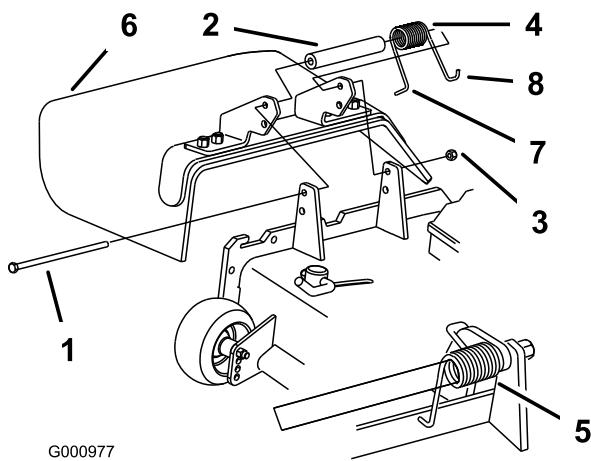

図 38
1. デフレクタをピボット・プラケットに固定しているロックナット、ボルト、スプリング、スペーサを外す（図 38）。デフレクタを取り外す。
3. ボルトとナットを取り付ける。スプリングの右側の J 字形フックを、デフレクタに引っ掛ける（図 38）。